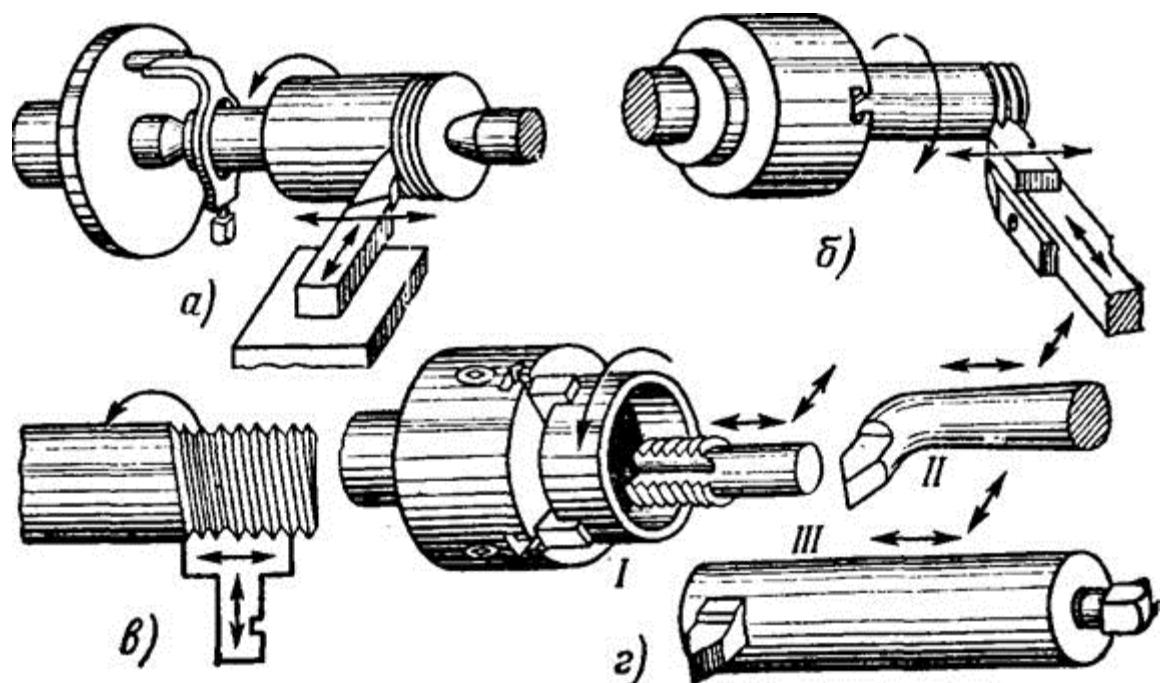

Рис. 13.1. Нарезание резьбы на токарных станках:
- а) нарезание резьбы на токарных станках резьбовыми резцами и гребенками (рис. 13.1);